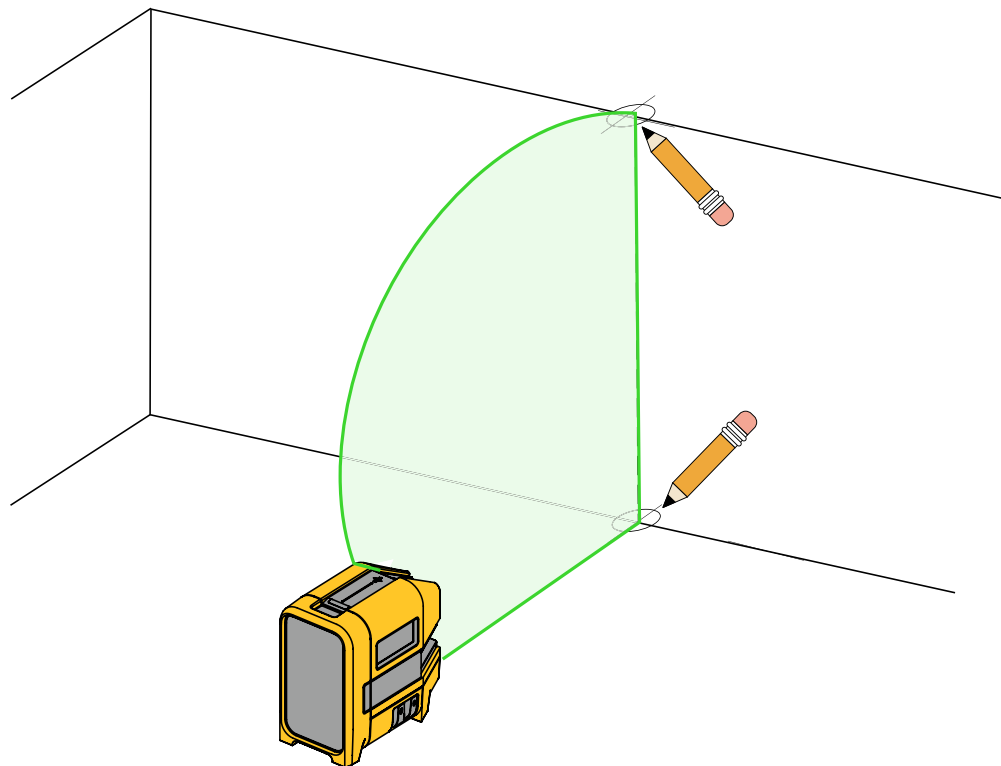

Afbeelding 2. Nieuwe horizontale of diagonale uitlijning
2. Schakel de horizontale laser in en richt de laser op het doelgebied. Zie Afbeelding 2.